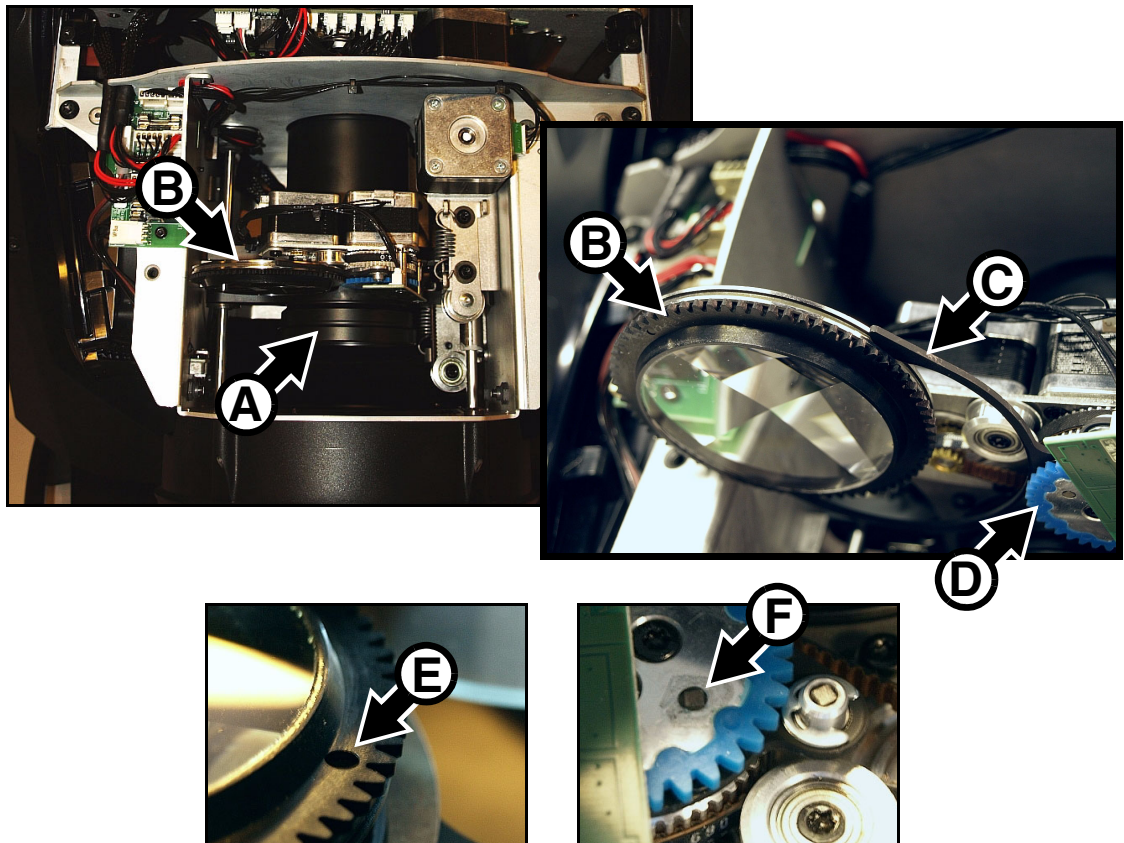

Figure 16: Retrait et installation du prisme
3. Voir Figure 16. Glissez l'équipage mobile zoom/net **A** vers sa butée avant.